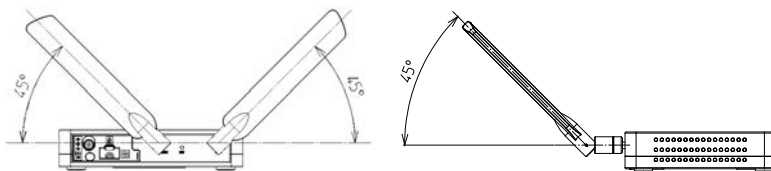

図2
- ② 図2に示すように2本のアンテナが交差しないように設置してください。